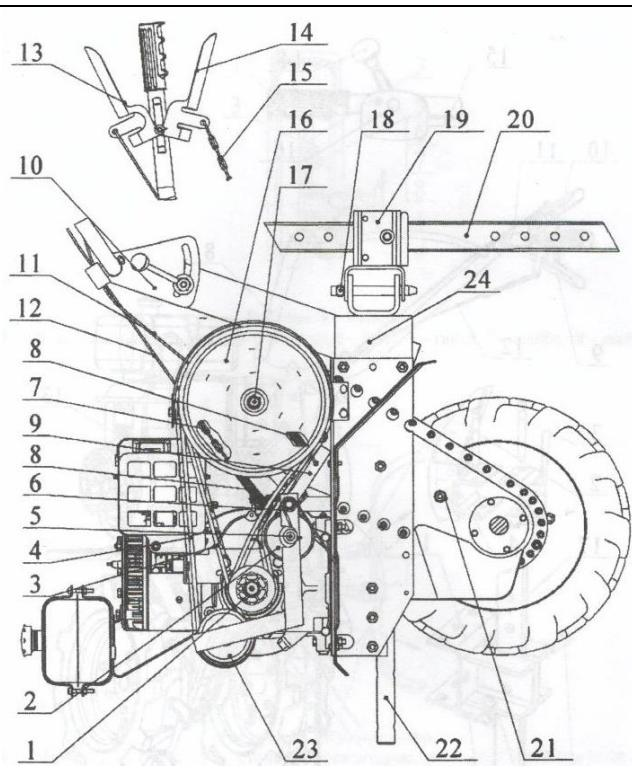
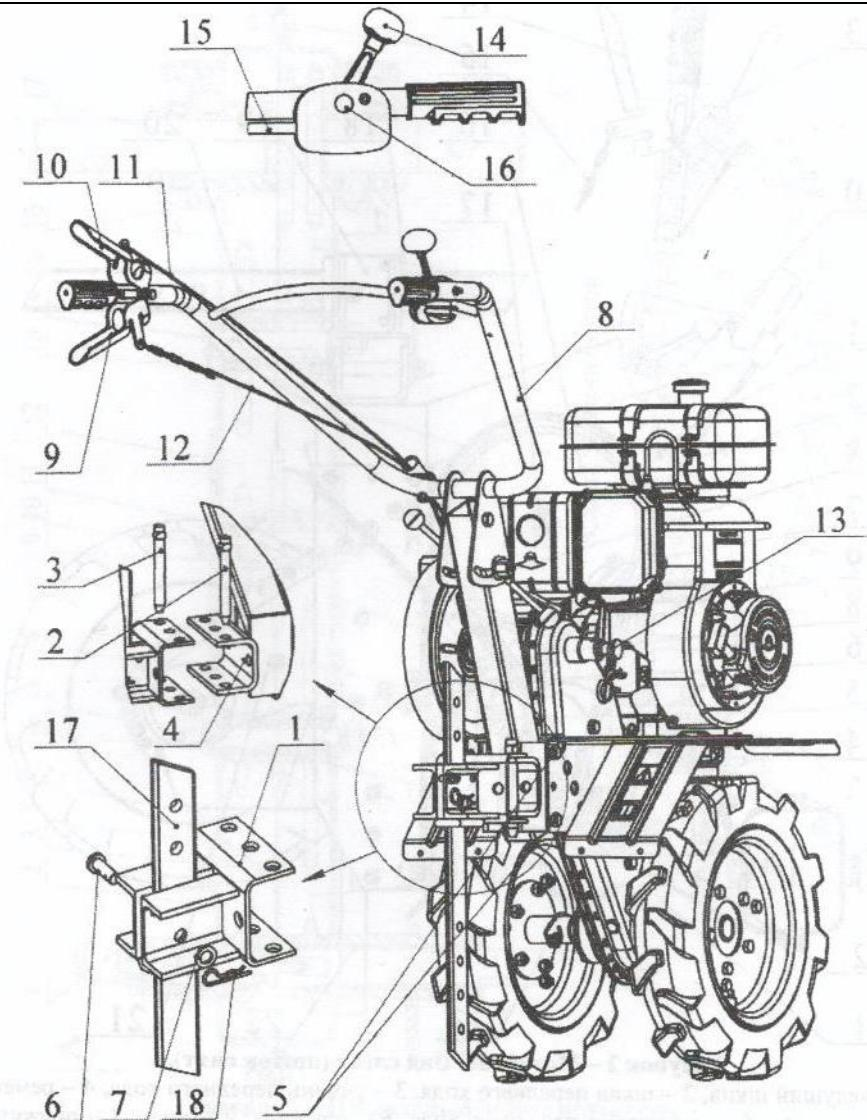

Рис. 1
Рис. 6
- Установите штырь 22 (см. Рис.1) в горизонтальное положение и зафиксируйте крепежом. При упаковке опускается вниз, а крепеж устанавливается на место крепления штыря.
- Присоедините один конец тяги 11 (см. Рис.1) к рычагу переднего хода 13, а другой с помощью цепи 7 к пружине 6.
- Переместите рычаг газа 14 (см. Рис. 6) в среднее положение от полного газа.
- Включите ручкой 6 (см. Рис. 7) необходимую вам передачу редуктора (одно из крайних положений), установите рычаг газа 14 (см. Рис. 6) в среднее положение, плавно нажмите рычаг переднего хода 10.
- Для переключения передачи остановите мотоблок, отпустите рычаг 9, 10 (см. Рис. 6) –переднего, заднего хода и переключите передачу ручкой 6 (см. Рис. 7) с небольшим усилием. При затрудненном переключении передачи поверните шкив редуктора 16 (см. Рис.1), одновременно перемещая ручку 6 в нужном направлении с небольшим усилием.
- Для движения вперед приподнимите слегка рукоятки (тем самым, приподняв ограничитель 17 (см. Рис. 6) над землей). Чтобы замедлить скорость хода, надавите на рукоятки.